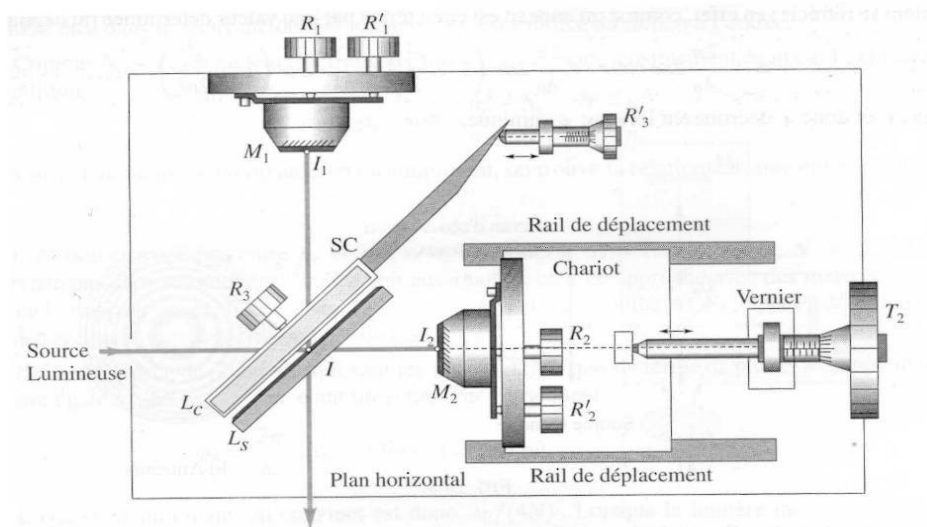

Figure 2 : Interféromètre de Michelson. Figure tirée de "Optique Ondulatoire", H Prépa, ed Hachette.
L'interféromètre de Michelson est représenté sur la figure 2. Il est essentiellement constitué de deux miroirs  $M_1$  et  $M_2$  et d'une lame séparatrice (SC) semi-réfléchissante ( $R=T=50\%$ ). Le miroir  $M_2$  est fixé sur un support en translation ( $T_2$ ) pour faire varier sa position par rapport à la lame séparatrice.